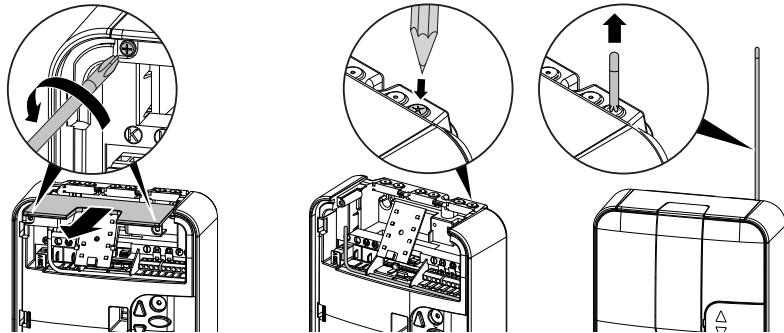

Fig. 4-5 Pose de l'antenne
2. Assurez-vous du positionnement correct de l'antenne (fig. 4-5, page 53).